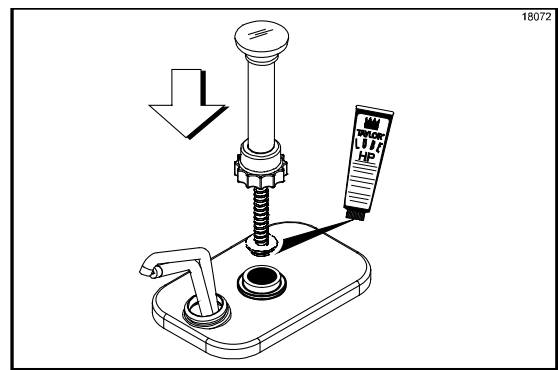

Figure 95
14. Lubrifier l'assemblage du joint et installer l'assemblage du piston sur l'ouverture du cylindre, dans le corps de la pompe (Cf. Figure 95).